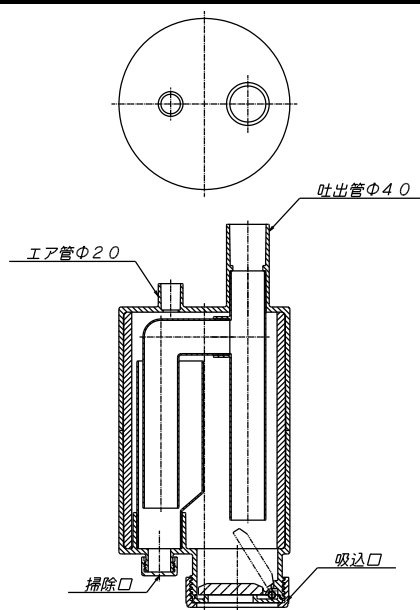

図3-1 間欠定量移送装置内部構造
- ①間欠定量移送装置の移送水が吐出し終わる直前（エアが吐出する前）に間欠定量移送装置用バルブを閉じます。
- ②吐出管・エア管のユニオンを外し、槽外に引き上げます。
- ③装置底部に設けた掃除口キャップおよび吸込口を外し、内部を確認しながら、高圧水やブラシで洗浄します（図3-1参照）。
- ④キャップおよび吸込口を閉めます。（担体流動槽第1室の水位がH.W.L.を超えていない場合は⑦へ進んでください。）
- ⑤H.W.L.を超えている場合は一旦間欠定量移送装置を元の取付位置に戻し、ユニオンを閉めます。
- ⑥バルブを開き間欠定量移送装置を稼働させH.W.L.まで水位が下がったら、再度引き上げます。
- ⑦間欠定量移送装置収納部内偽担体が入っていれば担体を取り出し、間欠定量移送装置を元に戻します。
- ⑧バルブを調整し、移送水量の確認・調整を行います。